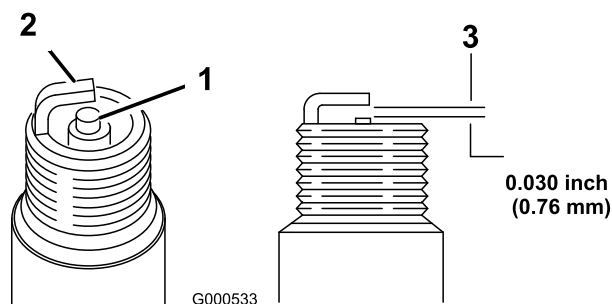

Рисунок 46
- Осмотрите середину каждой свечи зажигания (Рисунок 46).
- Проверьте зазор между центральным и боковым электродами (Рисунок 46) и отогните боковой электрод, если зазор не соответствует требуемому.